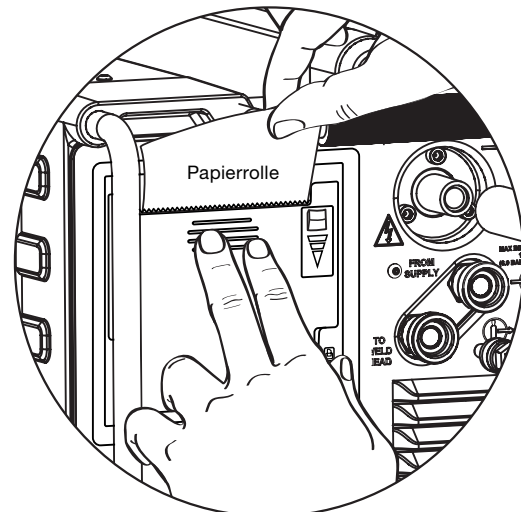

Abb. 54—Schließen der Druckerklappe
5. Beim Schließen der Druckerklappe mit zwei Fingern auf die Mitte der Klappe, direkt unter dem Papier drücken. Damit wird sichergestellt, dass die Druckerklappe vollständig geschlossen ist (Abb. 54).